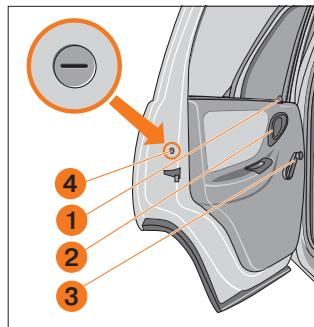

Рис. 9. Задняя дверь
**Задние двери** блокируются изнутри салона нажатием на кнопку 1 блокировки замка как при открытой, так и при закрытой двери (рис. 9).
ствие рукояткой **3** (рис. 9). Стекло задней двери опускается не полностью.
Если на заднем сиденье находятся дети, рекомендуется ключом зажигания повернуть шлиц защелки **4** на 90° (рис. 9). В левой двери защёлку необходимо поворачивать по часовой стрелке, а в правой – против часовой стрелки. В этом случае, при поднятой кнопке **1** блокировки, дверь открывается только снаружи, а рукоятка **2** имеет свободный ход. Для обеспечения возможности открывания дверей изнутри поверните шлиц защёлки в обратном направлении.